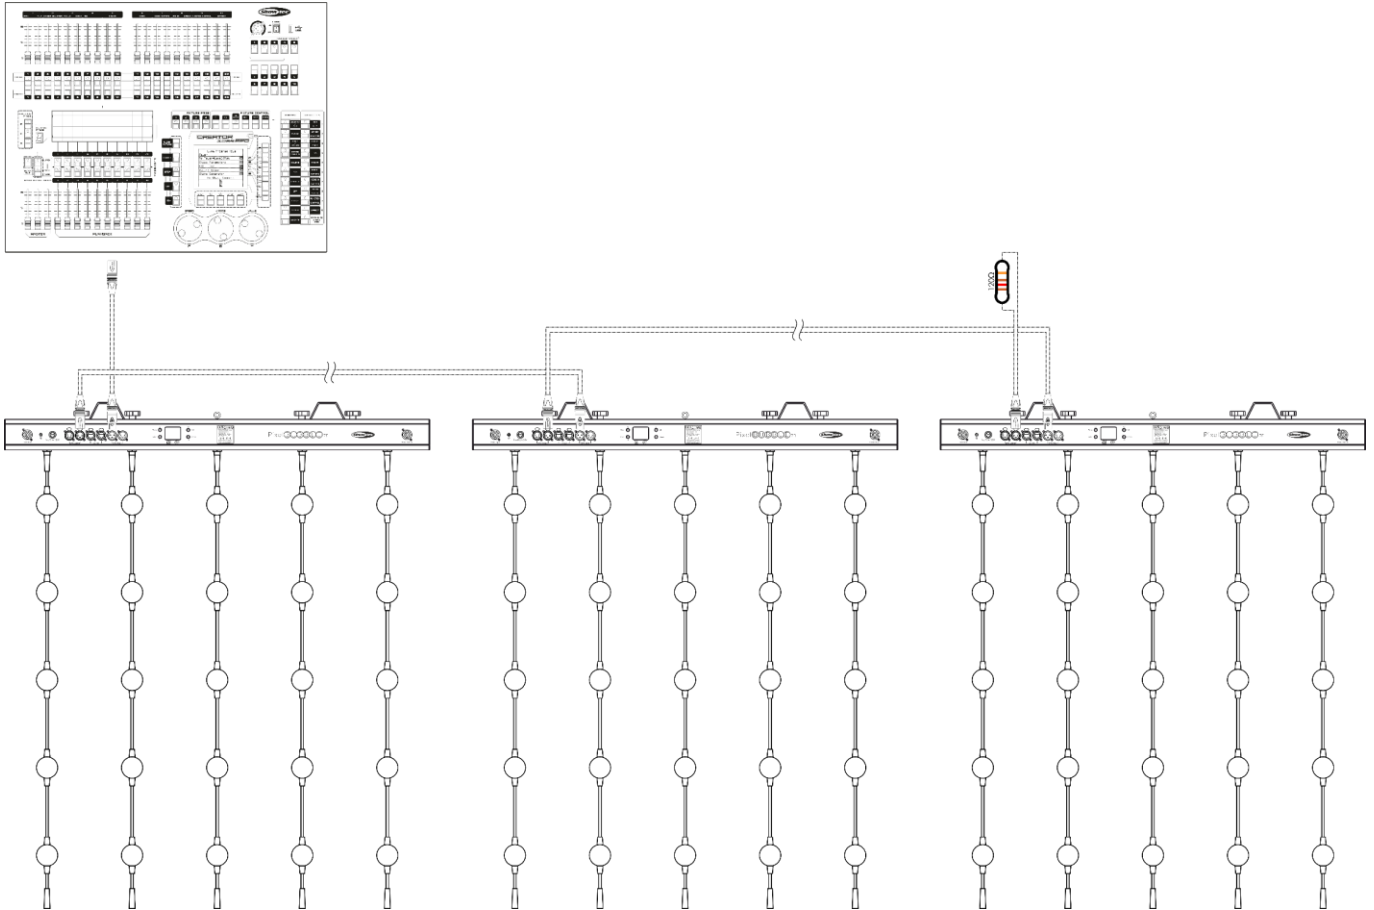

Abb. 08
- 03) Verbinden Sie die gewünschte Anzahl an Geräten auf diese Weise in Reihenschaltung hintereinander wie in Abb. 08 gezeigt.